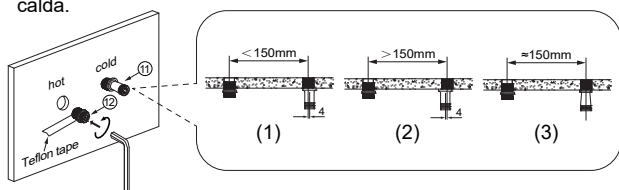

Figura 1
- Installare e regolare il connettore curvo (Figura 1). Avvolgere il nastro di teflon in senso antiorario sulla filettatura dell'estremità G1/2 del connettore curvo. Collegare il connettore curvo al tubo dell'acqua fredda. Ruotare e regolare il connettore curvo per garantire che la distanza tra il centro del tubo dell'acqua calda e il centro del connettore curvo sia di 150 mm.